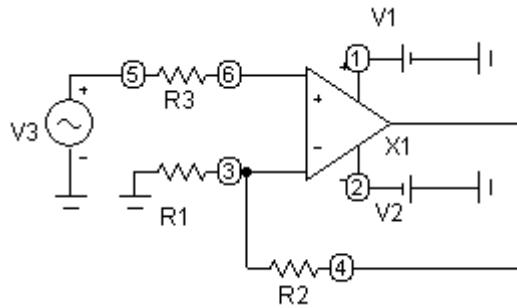

Рис. 1.20
1.9.1. В программе MicroCAP соберите модель электронного усилителя сигнала на базе операционного усилителя (ОУ), показанную на рис. 1.20.
В схеме на рис. 1.20 использовано неинвертирующее включение ОУ, при котором коэффициент усиления  $K_y$  устройства равен
В модели на рис. 1.20 выберите тип ОУ (например, GENERIC), установите уровень модели LEVEL=1, задайте  $R1 = R3 = (5+G) \text{ к}\Omega$ ,  $R2 = (50+10 \cdot N) \text{ к}\Omega$ , частоту источника гармонического сигнала примите равной